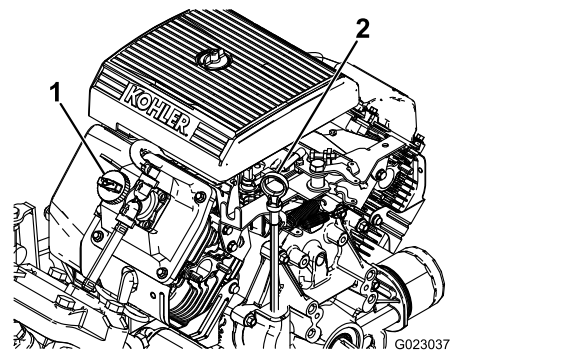

Figura 40
2. Togliete l'asta di livello ed asciugatela con un panno pulito (Figura 40). Inserite l'asta di livello nel tubo e verificate che sia inserita a fondo. Rimuovete l'asta e controllate il livello dell'olio.
3. Se il livello dell'olio è basso, togliete il tappo di rifornimento dal coperchio della valvola (Figura 40) e versate dell'olio fino a portarne il livello al segno di pieno sull'asta. Versate l'olio lentamente, controllando spesso il livello durante questa operazione. Non riempite troppo.
8. Versate lentamente circa l'80% della quantità indicata d'olio nel bocchettone di rifornimento (Figura 40).